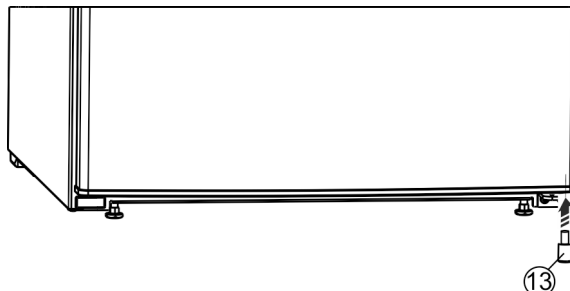

Fig. 8
- Reinserire il distanziatore Fig. 8 (13) a destra in basso nella porta in quanto risulta importante per la stabilità dell'apparecchio.